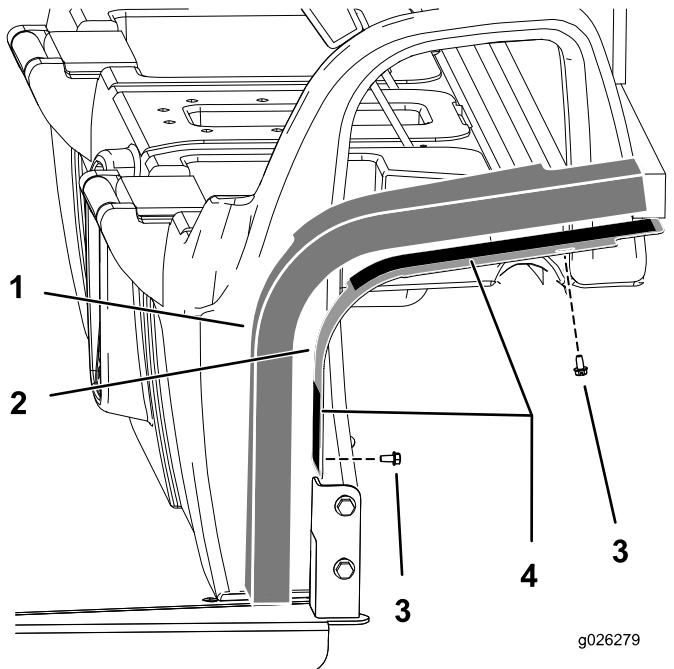

Figure 7
1. Fixez les panneaux latéraux sur la cabine avec 4 boulons (1/4"), comme montré à la Figure 7.
- Retirez la pellicule protectrice du ruban adhésif double face sur les plaques de montage (Figure 7).
- Montez les panneaux en mousse sur l'ensemble (Figure 7).